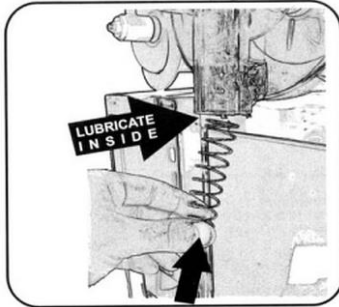
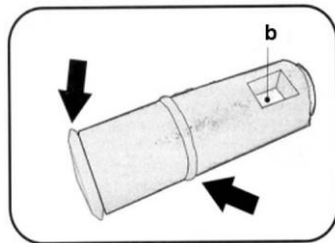

Fig. 38
Fig. 40
1. Avant de monter les pièces du robinet de vidange, humidifier avec de l'eau les joints du robinet de vidange (fig. 38) et les joints (fig. 40).
2. Fixer le ressort et le boulon du robinet de vidange comme montré sur les figures 38 et 39.
3. Au moment de l'insertion du boulon du robinet de vidange, s'assurer que le petit orifice (voir la fig. 40) se trouve en face de vous.